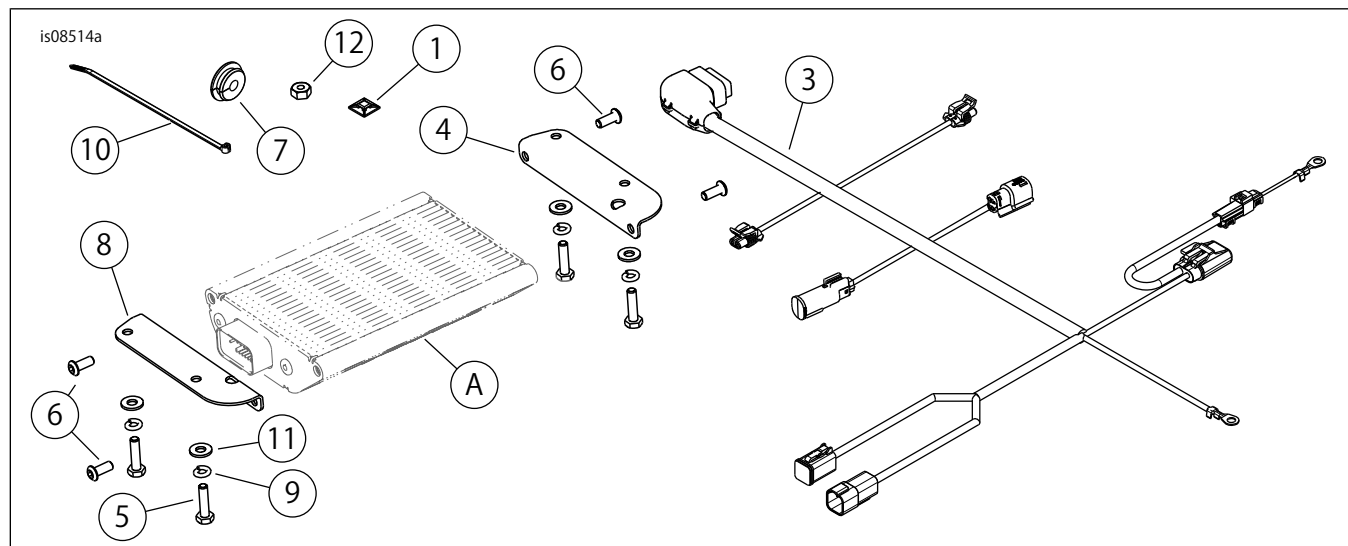

図5。交換用部品、アンブ取り付けキット
「図5」および「表1」を参照してください。
1. イソプロピルアルコールと蒸留水を1対1で混ぜたもので、Tour-Pak内の最大出力ラベルを汚れを落とします。「図5」を参照してください。キットに付属する新品の最大出力ラベル(2)を、もとのラベルを覆うように貼り付けます。アンプを取り付けることにより、最大負荷が変わることに注意してください。
この穴は、アンプハーネス(図5、アイテム3)の[36TB]、[37TB]の各リード線用です。このリード線は、Boom!オーディオステージII Tour-Pakスピーカーキットを取り付けるときに接続します。